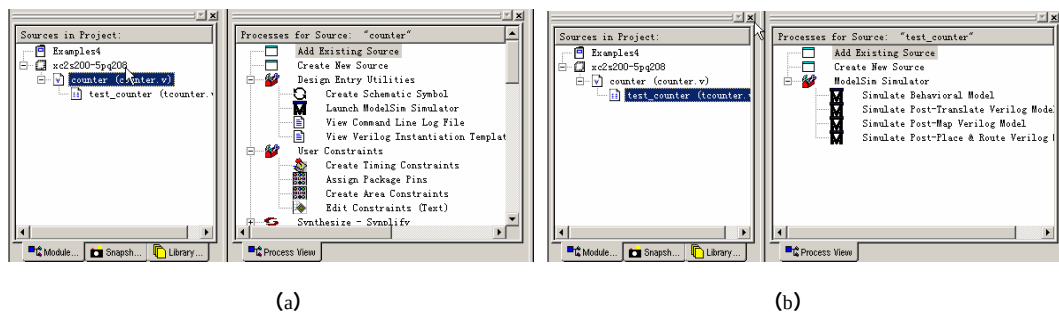

图3-36 源文件以及操作窗口
7. 在工程内容报告对话框中单击 **完成** 按钮完成设置, 回到 ISE 主界面, 从源文件视图中选择 “counter.v” 源文件, 当前源文件可以进行的操作出现在资源操作窗口, 如图 3-36 (a) 所示, 选择 “tcounter.v” 源文件, 资源操作窗口如图 3-36 (b) 所示。
8. 如图 3-36 (b) 所示, 在 ModelSim 仿真器下面有 4 个不同的仿真选项, 对应 4 个不同的仿真阶段, 行为仿真、翻译后仿真、映射后仿真和布局布线后仿真。左键双击其中任何一个选项都将启动相应阶段的仿真, 如果对应的 Xilinx 器件的仿真库已经按照 3.2 节所述经过了处理, 那么在设计无误的情况下从 ISE 集成开发环境中启动任何一个阶段仿真都可以顺利进行, 如果不是使用 ModelSim XE 版本, 同时没有添加仿真时用到的各种仿真库, 那么只可以顺利进行行为级仿真。